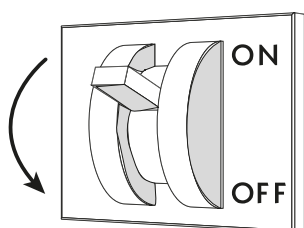

Fig. 35
- Desconectar la alimentación eléctrica del mueble mediante el interruptor seccionador general instalado en la pared ("Fig. 35").